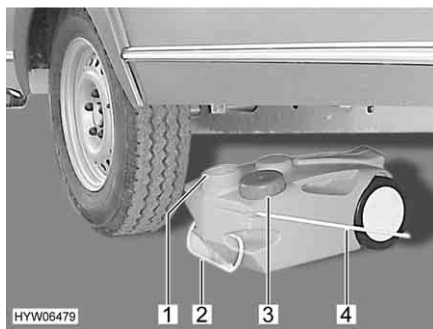

Fig. 153 Serbatoio delle acque grigie, mobile
- Chiudere l'apertura del serbatoio delle acque grigie (Fig. 153,1) con il coperchio (Fig. 153,3).
- Estrarre il serbatoio delle acque grigie tramite la maniglia (Fig. 153,2).
- Sollevare verso l'alto la maniglia da asporto (Fig. 153,4) e posizionare verticalmente il serbatoio delle acque grigie.